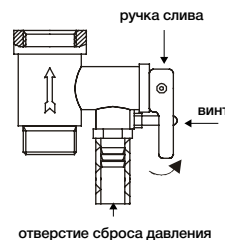

Рис. 10
6. Чтобы правильно слить воду из внутреннего бака, надо воспользоваться сливным отверстием (только для серии RS2) (для этого открутите заглушку, закрывающую сливное отверстие), также воду можно слить через комбинированный предохранительный клапан (рис. 10) (для этого открутите винт ручки слива комбинированного предохранительного клапана и переведите ручку слива в верхнее положение, при это кран выхода горячей воды должен быть открыт, а кран подачи холодной воды в водонагреватель должен быть перекрыт).